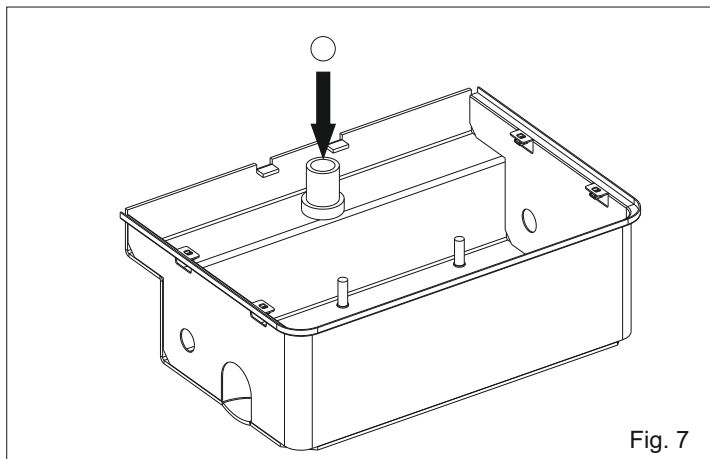
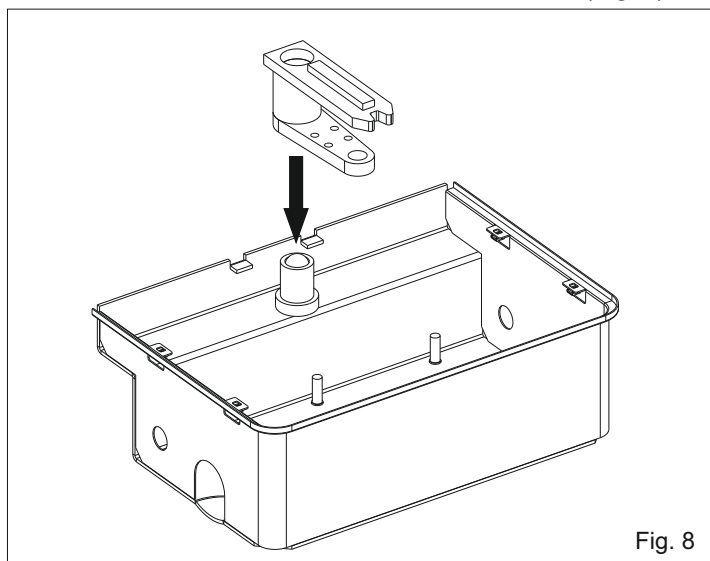

Fig. 7
Fig. 8
2.4. Insérer la bille dans l'arbre foré (Fig. 7)
2.5. Insérer l'ensemble manivelle dans l'arbre foré (Fig. 8)
N.B: Pendant l'insertion des ensembles lubrifier les mêmes avec de la graisse en dotation (Fig.7, Fig.8, Fig.9). Dans la mise en fonction de l'installation il est impératif de lubrifier la caisse comme en Fig. 10 jusqu'à l'écoulement de la graisse. (Utiliser du gras DIN 51502 KP 2 N-20 - K 2 K-20).